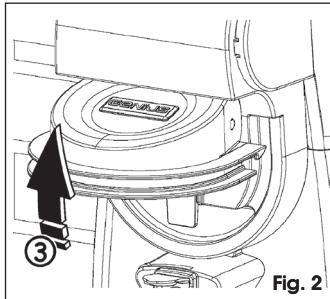

Fig. 2
2. Open het deksel van het ontgrendelingsmechanisme, Fig. 2.